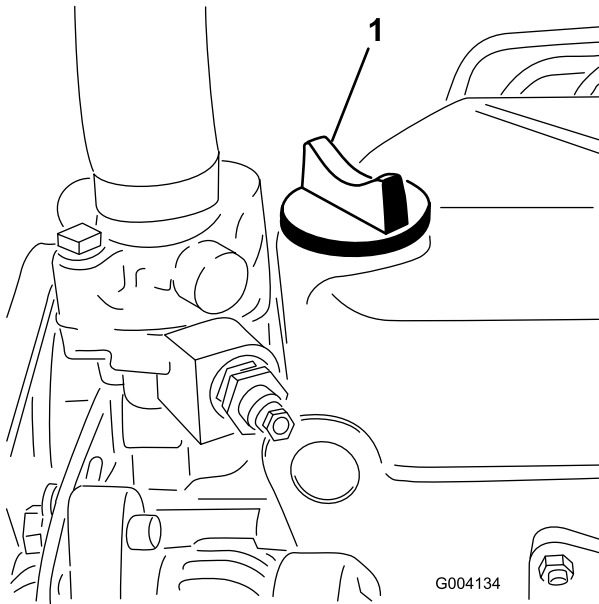

图31
5. 如果油位低于已满标记，应取下加油盖（图31），添加机油，直至油位达到量油尺上的已满标记。